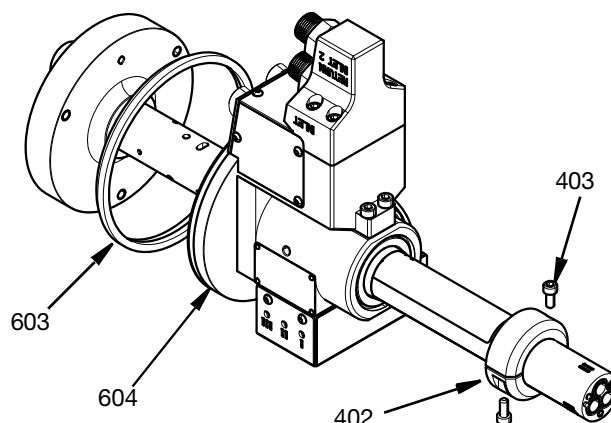

FIG. 25
5. Umieścić pierścień uszczelniający (603) w rowku na zewnątrz obudowy łożyska (604). Wsunąć kompletny zespół na korpus główny (101) i upewnić się, że powierzchnia czołowa obudowy łożyska ściśle przylega do powierzchni czołowej korpusu głównego. Wsunąć blokadę (401) na korpus główny i dokręcić dwie śruby M5 (403) z momentem obrotowym wynoszącym 57,5 in-lb (6,5 N•m). Patrz FIG. 25.